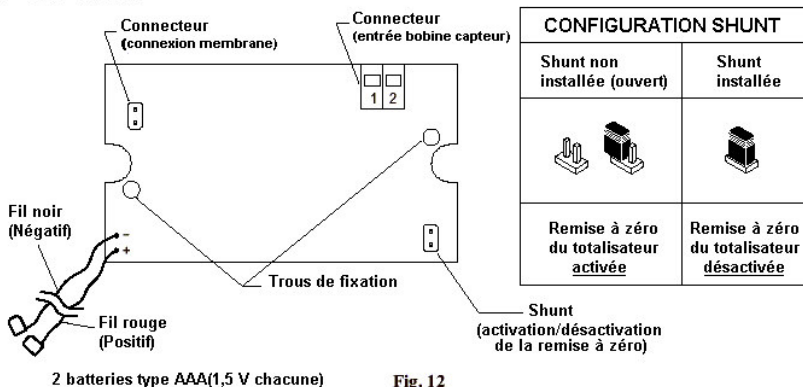

Fig. 12
- **Modèle F-1000-TB** : Le F-1000-TB est un simple totalisateur. L'appareil affiche la quantité de liquide, de .01 à 999999 dans n'importe quelle unité. Les unités standard de mesure sont : GALLONS, LITRES, MÈTRES CUBE. Presser and maintenir le bouton "RESET" (situé sur la face avant) au moins 2 secondes pour remettre le total à zéro. Cette fonction peut être désactivée-- voir Figure 12.
- remettre le total à zéro. Cette fonction peut être désactivée - voir Figure 12.